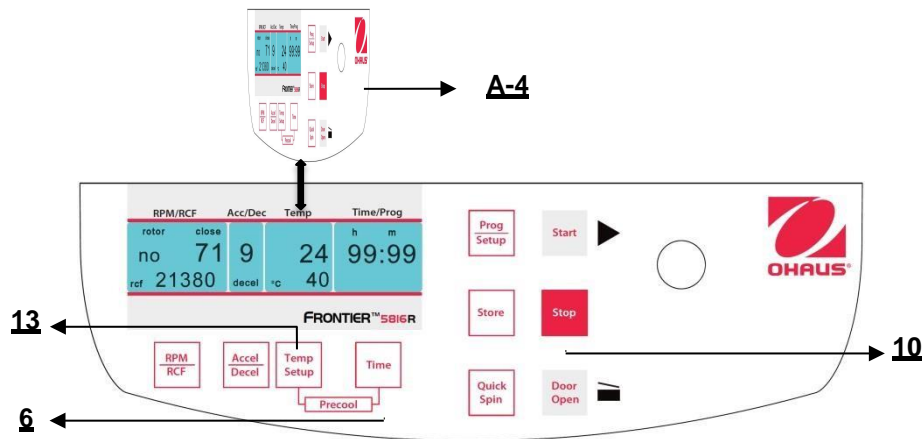
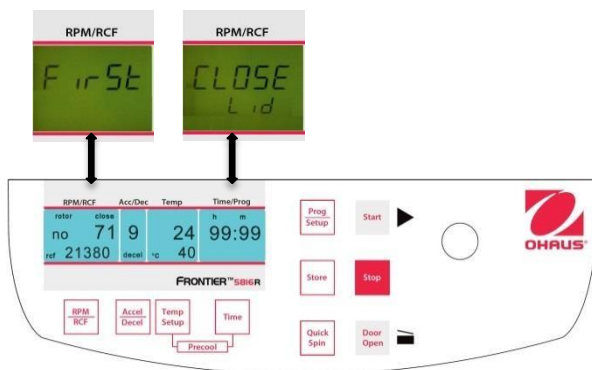

Figura 23
Figura 26
Se i campioni sono sensibili alla temperatura, è utile preraffreddare la centrifuga, il rotore e in ultimo i contenitori alla temperatura di funzionamento necessaria. Perciò, inserire il rotore desiderato e preimpostare la rispettiva temperatura. Si avvia il ciclo premendo simultaneamente i tasti "Temp/Setup" (13) (fare riferimento alla figura 23) e "Time" (6). Durante il funzionamento, il gruppo sceglie automaticamente una velocità di rotazione equivalente al 20% della velocità di rotazione del rispettivo rotore. Dopo aver raggiunto la temperatura preimpostata, è possibile lasciare il ciclo di preraffreddamento con il tasto "Stop" (10).
Chiudere il coperchio della centrifuga Adesso procedere come descritto in precedenza per impostare tutti i parametri di ciclo importanti. Se il coperchio non è chiuso quando si salva il programma, sul display **"RPM/RCF"** (A-1), lampeggiano alternativamente le parole **"FirSt"** e **"CLOSE Lid"** (Vedere figura 23). Se si vuole avviare il ciclo senza salvare il programma, sul display **"RPM/RCF"** (A-1) lampeggiano alternativamente le parole **"First"** e **"PrESS StoreE"** (Vedere figura 26) .
E' possibile avviare la centrifuga con il tasto **"Start"** (9) (rif. figura 26) oppure con il tasto **"Quick Spin"** (8).